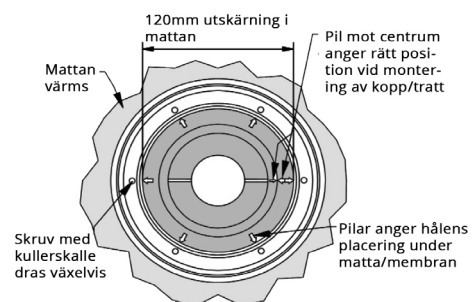

Fig. 5a
9. Tätskikt/plastmatta skärs till på insidan av klämringen. (Fig. 5a)